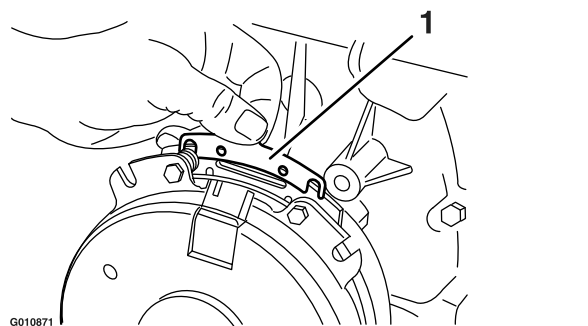

Figura 79
- B. Usando un alicate de punta fina, o a mano, sujete la pestaña y retire el suplemento (Figura 79).
Retire cualquier acumulación de hierba, suciedad u otros residuos de la rejilla del motor. Esto ayuda a asegurar una refrigeración adecuada y una velocidad de motor correcta, y reduce la posibilidad de sobrecalentamiento y daños mecánicos al motor (Figura 79).